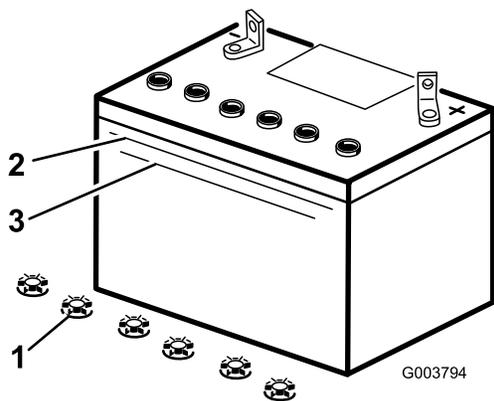

Рисунок 41
3. Посмотрите на боковую стенку аккумулятора. Уровень электролита должен доходить до верхней линии (Рисунок 41). Следите, чтобы уровень электролита не опускался ниже нижней линии (Рисунок 41).
5. Снимите крышки заливных горловин аккумулятора (Рисунок 41).
6. Медленно залейте дистиллированную воду во все элементы аккумулятора до тех пор, пока уровень электролита не дойдет до верхней линии (Рисунок 41) на корпусе аккумулятора.
7. После заполнения элементов аккумуляторной батареи подождите пять–десять минут. В случае необходимости добавьте дистиллированную воду, доведя уровень электролита до верхней линии (Рисунок 41) на корпусе аккумулятора.